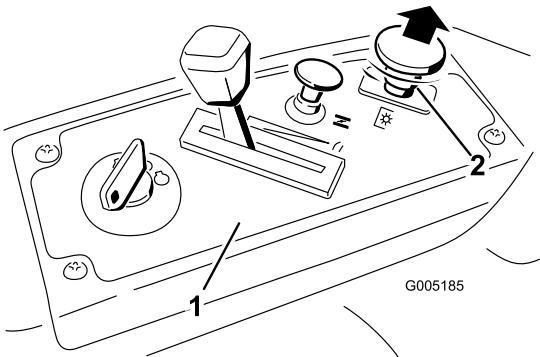

Figura 11
- Tire del mando de control de las cuchillas para engranar las cuchillas (Figura 11).